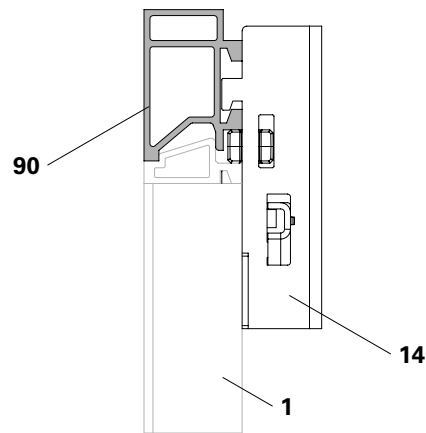

Fig. A7.03
La parete esterna UNO Plus (1) e il giunto del profilo di appoggio UNO Plus (90) garantiscono un'installazione a filo e solida con l'impiego del relativo giunto UNO Plus (14). (Fig. A7.03 + A7.04)